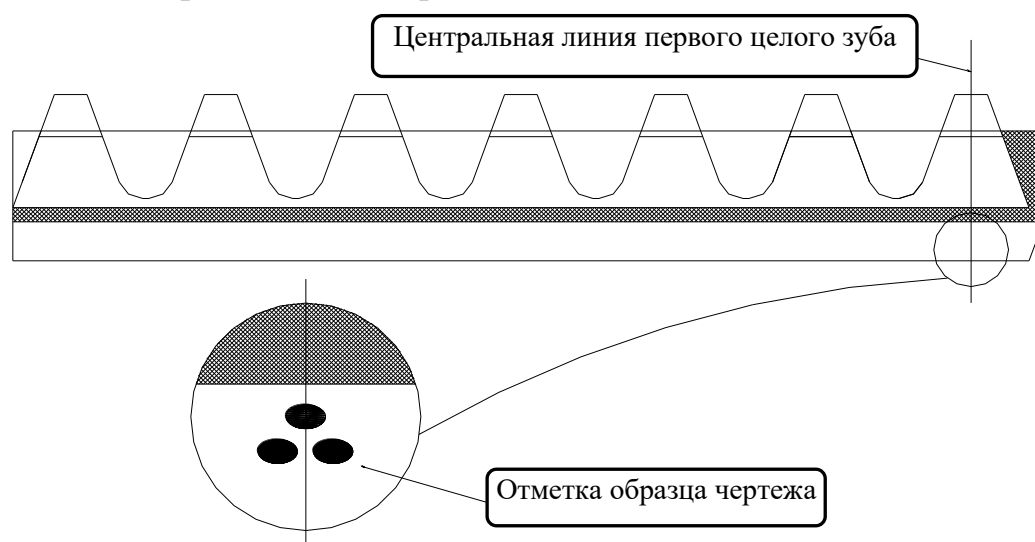

Рисунок 6-8. Расположение метки на зубчатой рейке
2. Очистить поверхность рукояти от грязи и масла. На первом зубе правой и левой рукоятей сделать нестираемую метку (см. рисунок 6-8).